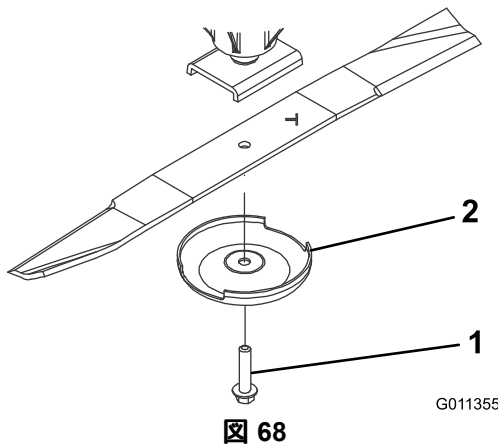

図 68
2. ぼろきれや厚いパッドの入った手袋を使ってブレードの端部をしっかりと握る。スピンドルのシャフトからブレードボルト、芝削り防止カップ、ブレードを取り外す図 68。
3. ブレードを取り付ける時は、セール立ち上がっている部分がCuttingデッキの天井を向くように取り付け、芝削り防止カップをつけてブレード・ボルトで固定する図 68。ブレードボルトを 115149Nm にトルク締めする。